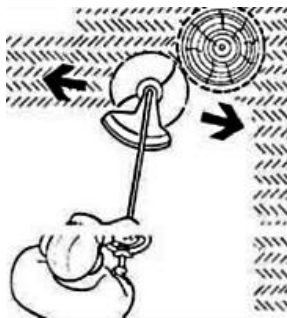

Рисунок 12
4.3.6 Тримерна жилка і катушка не повинні торкатись дротів, каміння, бордюрів, твердого покриття доріжок, огорож і подібних предметів, тому що це може призвести до передчасного зносу (укорочення) тримерної жилки, пошкодження катушки або отримання травм користувачем. Слідкуйте, щоб робочий інструмент не стикався зі стовбурами дерев, чагарників та інших насаджень для запобігання їх пошкодження (рис.12).